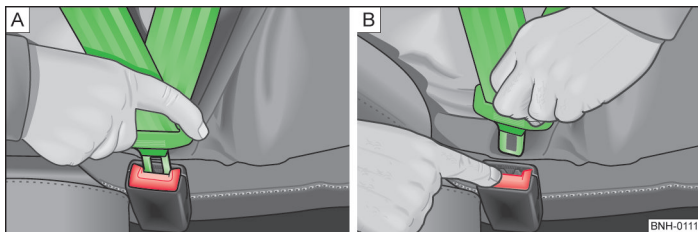

Abb. 110 Sicherheitsgurt anlegen / ablegen
- › Die Schlosszunge in das zum Sitz gehörende Gurtschloss stecken, bis diese hörbar einrastet » Abb. 110 - [A].
- › Die rote Taste im Gurtschloss » Abb. 110 - [B] drücken, die Schlosszunge springt heraus.